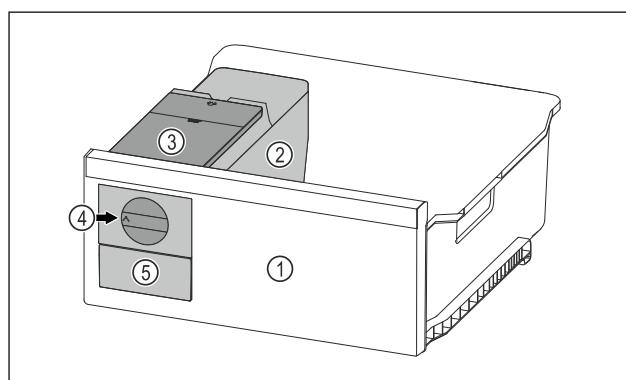

Fig. 70 Примерное изображение
- Поверните поворотную кнопку Fig. 70 (4) по часовой стрелке до упора.
- Кубики льда упадут из ванночки для кубиков льда в выдвижной ящик для кубиков льда Fig. 70 (5). Если не все кубики льда извлекаются из ванночки для кубиков льда: